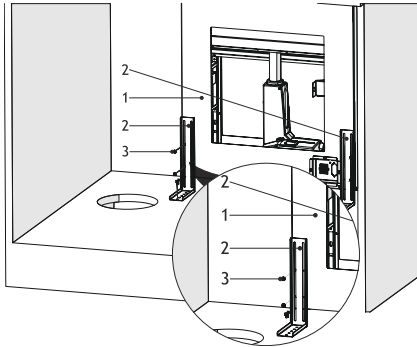

Fig. 15
5. ▶ ■ Montera fläkten med de 2 x långa monteringsbeslagen ordentligt i bottenplattan (Fig. 15)